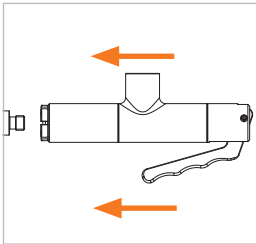

Abbildung 6
▶ Stecken Sie den Adapter mit gedrücktem Handhebel (Pos. 2) gerade und soweit auf den Prüfling auf, bis die Frontdichtung (Pos. 7) den Prüfling berührt (Abbildung 6). Dadurch wird eine Beschädigung der Frontdichtung durch eventuell scharfe Kanten am Prüfling vorgebeugt und das richtige Anschließen gewährleistet.